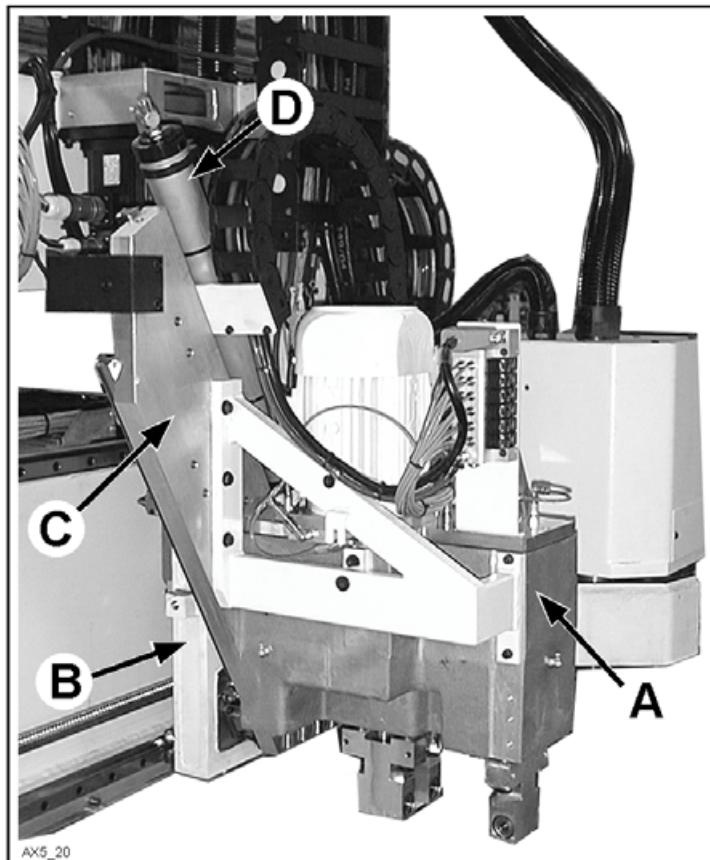

Fig. 1
- testa di foratura A (fig. 1) con 12 mandrini verticali indipendenti e 3 testine a due mandrini per la foratura in orizzontale (due in senso X e una in senso Y): la selezione dei mandrini verticali e delle testine orizzontali avviene pneumaticamente